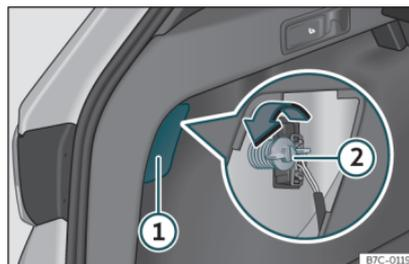

Fig. 49 Bagagliaio: accesso alla vite di fissaggio del fanale di coda.
- Estrarre il coperchio facendo leva sulla rientranza con l'estremità piatta di un cacciavite»» fig. 49 ①.
- Svitare con la mano, o tramite un cacciavite, la vite di fissaggio del fanale»» fig. 49 ②.